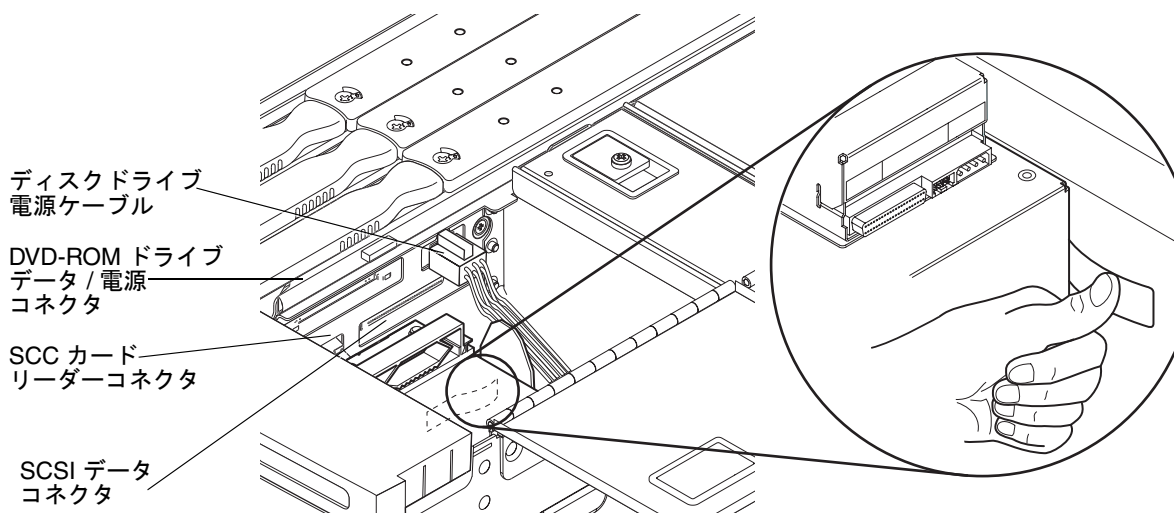

図 5-7 IB_SSC アセンブリのケーブルおよびコネクタの位置
9. IB_SSC アセンブリから、ハードディスクドライブ電源ケーブル、SCSI データケーブル、SCC カードリーダーケーブル、および DVD-ROM ドライブデータ/電源ケーブルを外します (図 5-7)。
5. ケーブルを IB_SSC アセンブリに再接続します (図 5-7)。